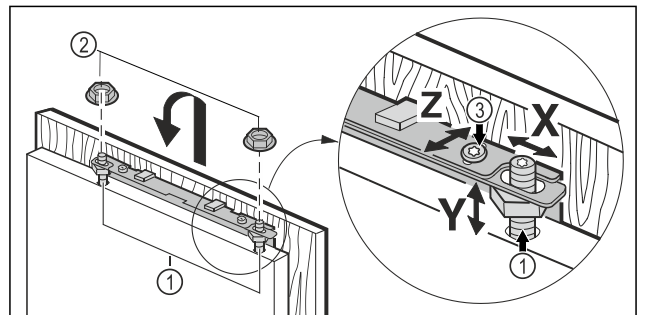

Fig. 45
- Möbeltür auf die Justagebolzen Fig. 45 (1) eingehängen und Kontermutter Fig. 45 (2) locker auf die Justagebolzen schrauben.
- Möbeltür in der Höhe Y und in der seitlichen Neigung ausrichten: Justagebolzen Fig. 45 (1) mit einem Schraubendreher einstellen.
- Kontermutter Fig. 45 (2) anziehen.